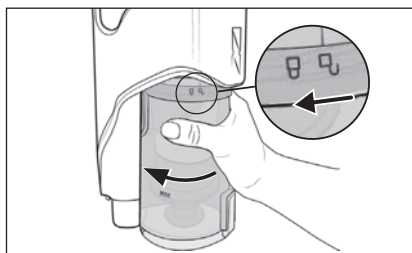

Fig. 19
- 2) Para desmontar el depósito de polvo **7** del aparato, gírelo hacia el símbolo hasta que pueda retirarse del aparato (consulte la fig. 19).